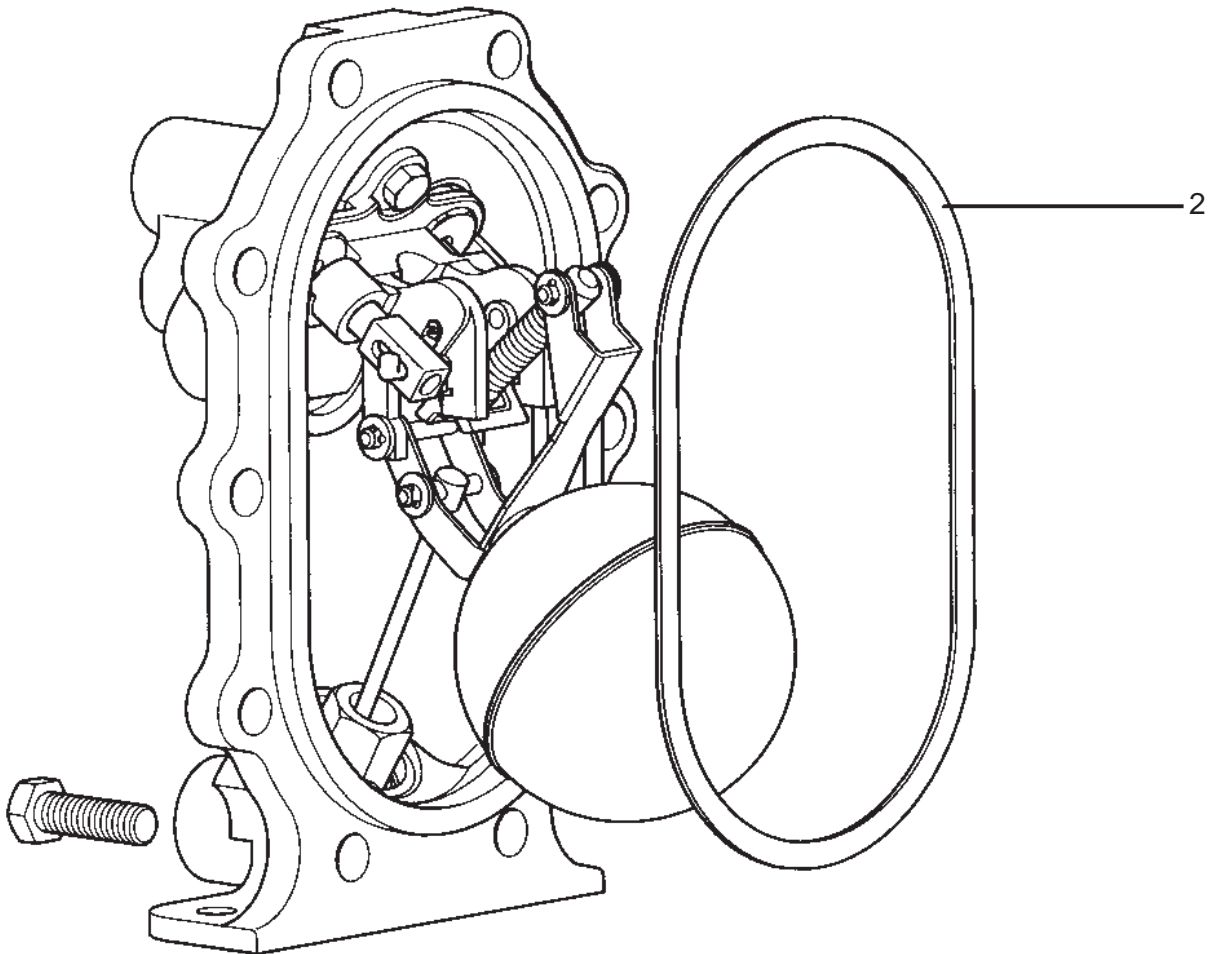

Fig. 16
3. Positionner le nouveau joint avec précaution (rep. 2) sur le corps (Fig. 16).